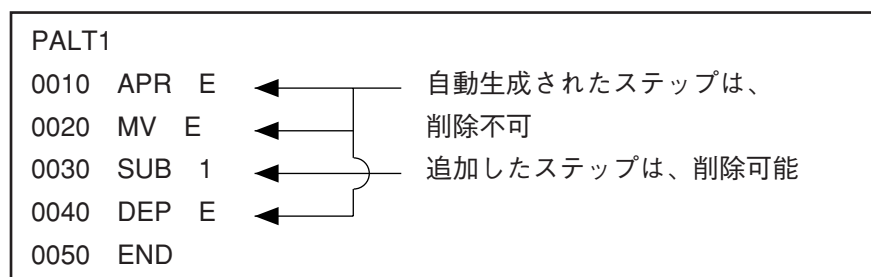

図8-11 挿入コマンドの削除
5.3.1 挿入コマンドの削除とは 図8-11に示すように、パレタイジングプログラムで自動作成された各ステップ以外のコマンドを削除することをいいます。